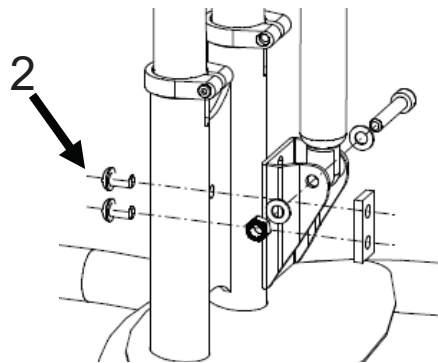

Abb. 2
Wird die Sitzhöhe über 5 cm in der Höhe verstellt, muss das Aufnahmeblech für die Gasdruckfeder gedreht werden. Hierzu die Schrauben (2) mittig zwischen den beiden Standrohren und die Verschraubung für die Gasdruckfeder (3) entfernen und wie in Abb. 2 wieder montieren. Alle Schrauben fest anziehen.